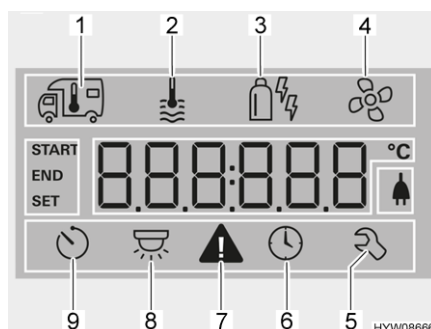

Fig. 79 Display (unidad de mando)
- Girar el pulsador giratorio (Fig. 78,6) hasta que parpadee el símbolo de menú Calefacción (Fig. 79,1).
- Girar el pulsador giratorio (Fig. 78,6) hasta que parpadee el símbolo de menú Agua caliente (Fig. 79,2).
- Girar el pulsador giratorio (Fig. 78,6) hasta que parpadee el símbolo de menú de modo de funcionamiento (Fig. 79,3).
- Girar el pulsador giratorio (Fig. 78,6) hasta que parpadee el símbolo de menú Ventilador (Fig. 79,4).
- Girar el pulsador giratorio (Fig. 78,6) hasta que parpadee el símbolo de menú Reloj programador (Fig. 79,9).
- Pulsar el pulsador giratorio. El reloj programador estará activado. El símbolo Reloj programador (Fig. 79,9) parpadeará si el reloj programador está programado y activo.
En caso de una advertencia, parpadeará el símbolo de advertencia (Fig. 79,7). La calefacción continuará funcionando. Si sólo se trata de una avería temporal, el símbolo de advertencia se apagará automáticamente.